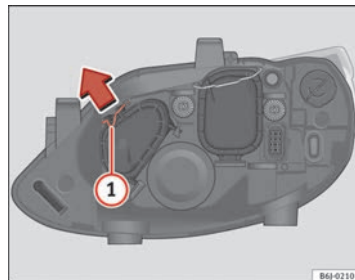

Fig. 152 Luci di posizione
- Far scorrere il tirante ① nel senso della freccia e sfilare la chiusura ⇒ fig. 152.